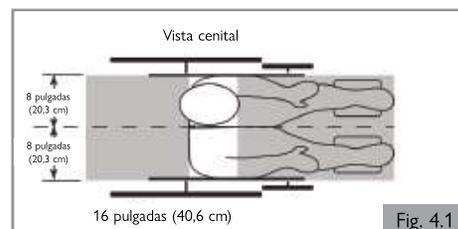

Fig. 4.1
6. En los diagramas (Fig. 4.1 y 4.2) se muestran las zonas libres recomendadas para los ocupantes sentados en silla de ruedas sujetos tanto por el cinturón pélvico como por el cinturón del torso superior y sólo por el cinturón pélvico y se describen a continuación. Las zonas libres delanteras (FCZ) deben ser mayores cuando no se utilizan cinturones para la parte superior del torso. La zona libre trasera de 40,5 cm (16 pulgadas) se mide desde el punto más posterior de la cabeza del ocupante. La zona libre delantera se mide desde el punto más frontal de la cabeza del ocupante y es de 66 cm (26 pulgadas) con cinturón(es) pélvico(s) y de torso superior y de 94 cm (37 pulgadas) sólo con un cinturón pélvico. Es posible que el conductor sentado en la silla de ruedas no alcance la zona libre delantera.